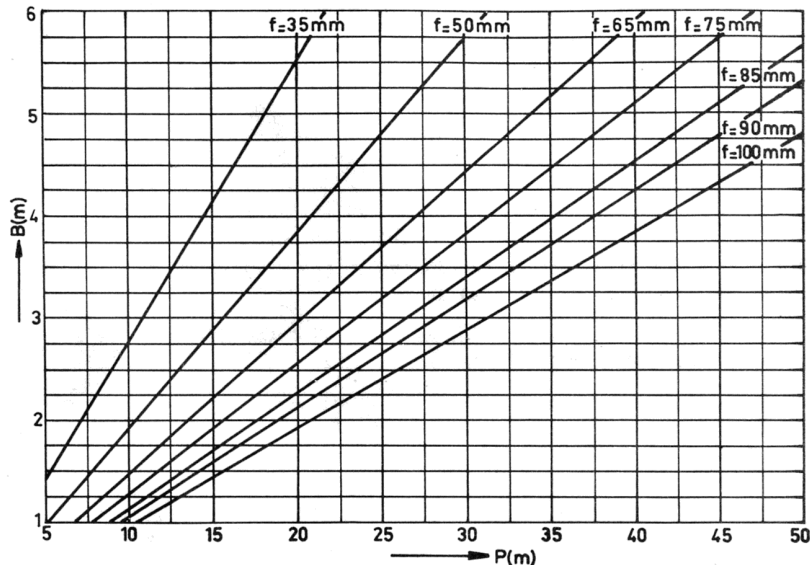

Fig. 5
- . Zu der Anlage können Objektive mit einer Brennweite (f) von 35 mm, 50 mm, 65 mm, 75 mm, 90 mm, 100 mm geliefert werden. Die Werte von B (Bildbreite), L (Abstand zwischen Objektiv und Bildwand) und f können anhand der Fig. 5 bestimmt werden.